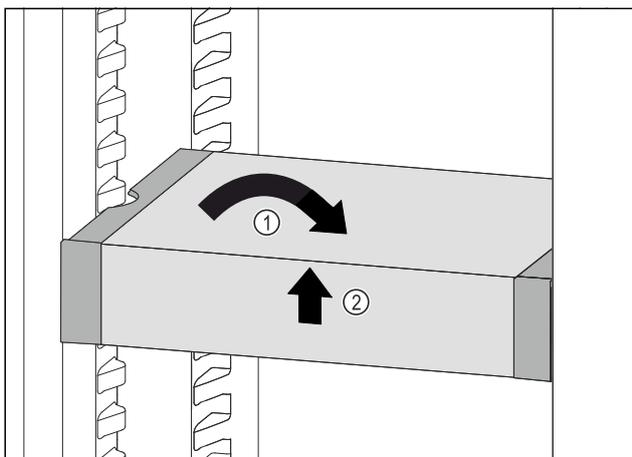

Fig. 128
- Remettre le VarioSafe droit. Fig. 128 (1)
- Soulever la partie avant du VarioSafe. Fig. 128 (2)